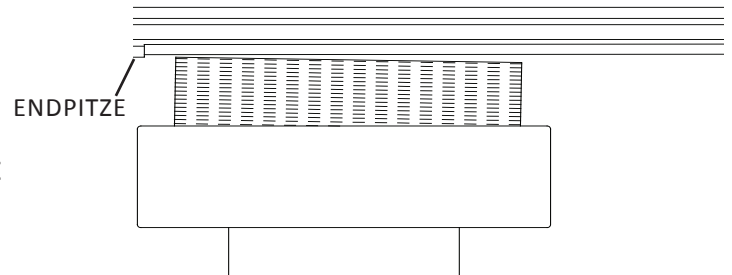

Abb. 33
1. Bewegen Sie den Schleifkopf zum linken Ende des Untermessers. Stellen Sie nun das Handrad für die Schlittenzustellung ein, bis es *gerade so eben* das Untermesser innerhalb der nicht verschlissenen Endspitze berührt. Siehe Abb. 33.